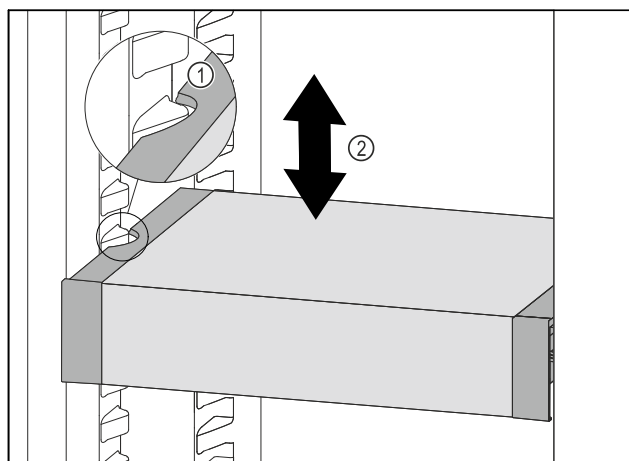

Fig. 168
- VarioSafe vucite prema naprijed sve dok se bočni otvori VarioSafe ladice ne nađu na visini žlijeba spremnika u hladnjaku. Fig. 168 (1)
- Pomičite ladicu VarioSafe u hladnjaku prema gore ili dolje sve dok ne dosegnete željenu visinu. Fig. 168 (2)